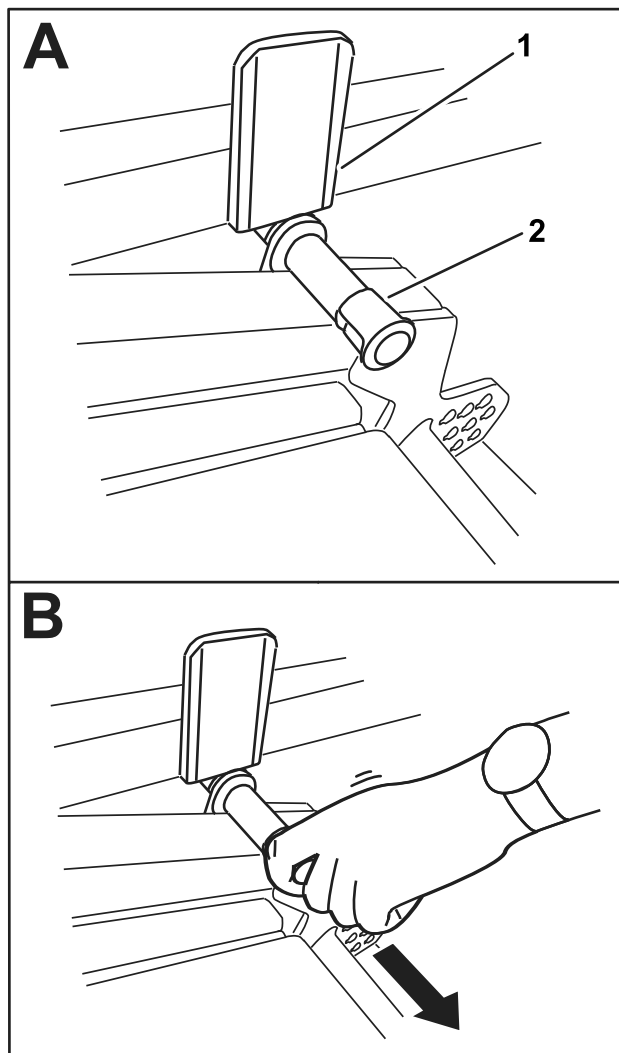

图 42
2. 缓慢向下旋转滚刀组直至柱销接触到提升臂板 图 42 中的 A。
3. 用脚向下踩滚刀组然后拉出销中的 B 图 42 让滚刀组固定到行驶位置。